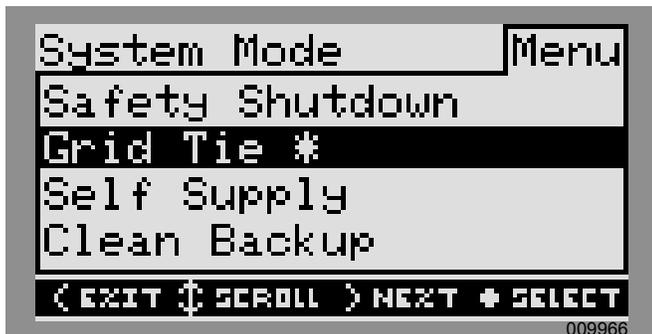

Figura 6-3. Selección de modos de funcionamiento (2 de 4)
2. Consulte la Figura 6-3. Se mostrará una lista de modos de funcionamiento con el modo actual marcado con un asterisco.
NOTA: Es posible que la lista de modos no incluya todos los que se muestran en la Figura 6-3.